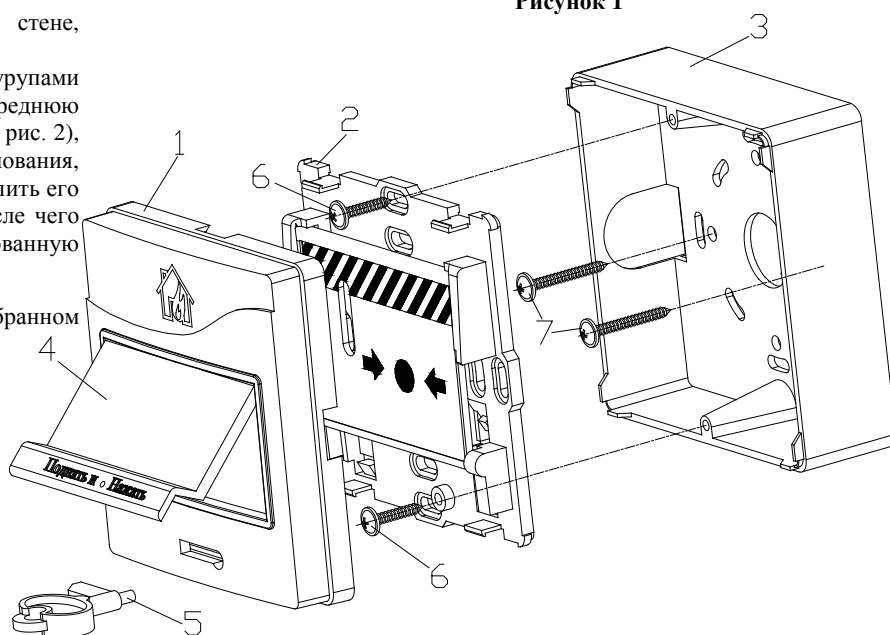

Рисунок 2
Основание (поз. 3 рис. 2) крепится двумя шурупами (поз. 7 рис. 2) к стене. Необходимо снять переднюю крышку (поз. 1 рис. 2) с центрального блока (поз. 2 рис. 2), подсоединить провода, подведённые внутрь основания, к клеммной колодке на центральном блоке и закрепить его на основании двумя шурупами (поз.6 рис. 2). После чего необходимо одеть переднюю крышку на смонтированную конструкцию.
2.5.4. Перевести извещатель в состояние «Норма» поворотом специального ключа (поз. 5 рис. 2) в соответствующем отверстии извещателя. Зафиксировать переход светового индикатора извещателя в режим одиночных миганий. Затем с помощью пульта или компьютера дать команду на сброс тревоги от извещателя.